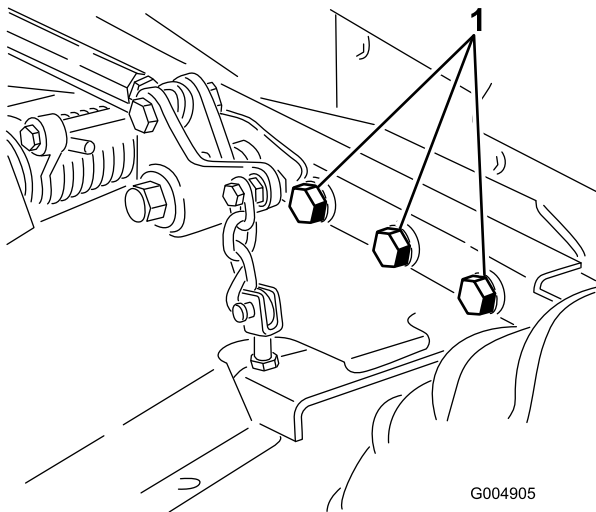

Figure 58
5. Vérifiez le serrage de toutes les fixations et resserrez-les au besoin. Serrez les 6 boulons qui fixent le cadre du plateau de coupe au groupe de déplacement (Figure 58) à 359 N·m.